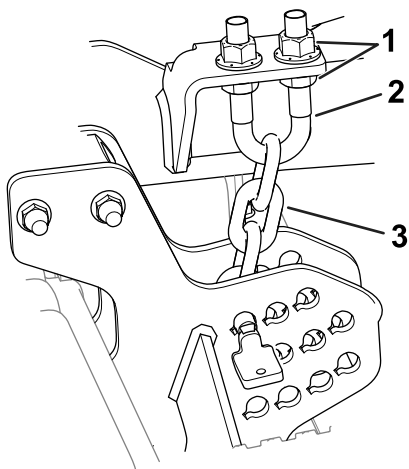

Figure 11
6. Desserrez les écrous de blocage en haut ou en bas de l'étrier fileté de la chaîne de hauteur de coupe (Figure 11).